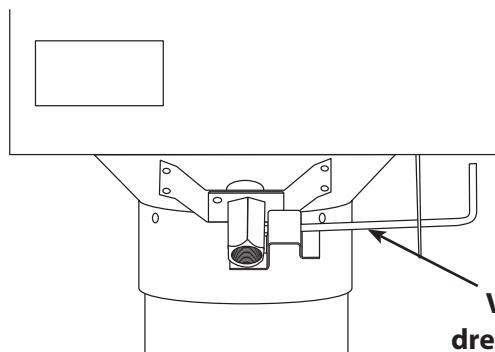

FIGURA 2
4. Compruebe que la válvula de drenaje esté cerrada (consulte la Figura 2).